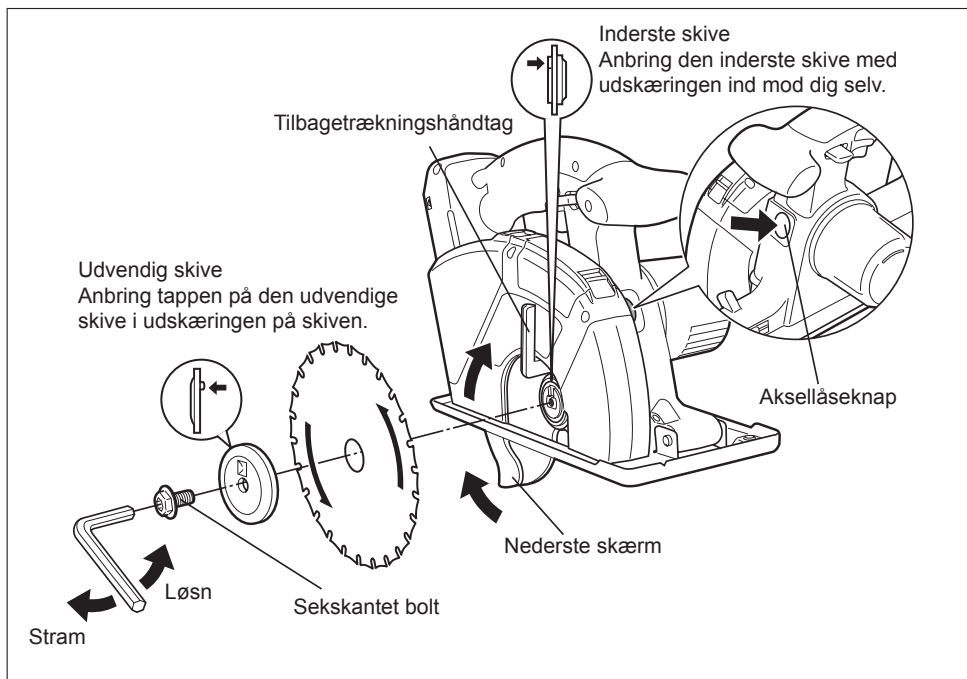

Fig.4
Kontroller at den sekskantede bolt er ordentligt sikret. [Fig.4]
4. Montér klingen, som vist ovenfor. [Fig.4]